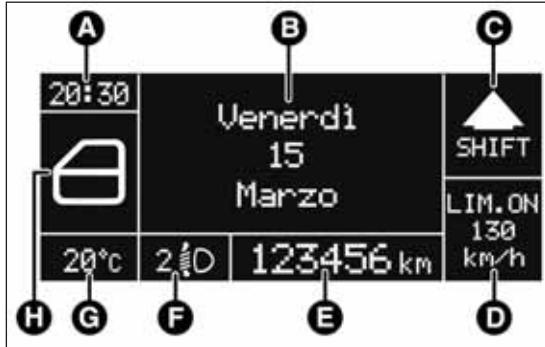

fig. 8
- Sul display fig. 8 appaiono le seguenti indicazioni: